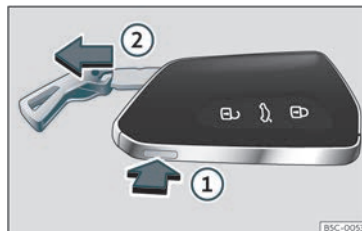

Fig. 71 Chiave del veicolo: estrarre la chiave.
- Premendo una volta il pulsante »» **fig. 71** ① si sblocca la chiave e compare un occhio che funge da portachiavi.
- Tenere premuto il pulsante ① e contemporaneamente tirare l'occhio in direzione della freccia »» **fig. 71** ② per estrarre completamente lo spadino della chiave.